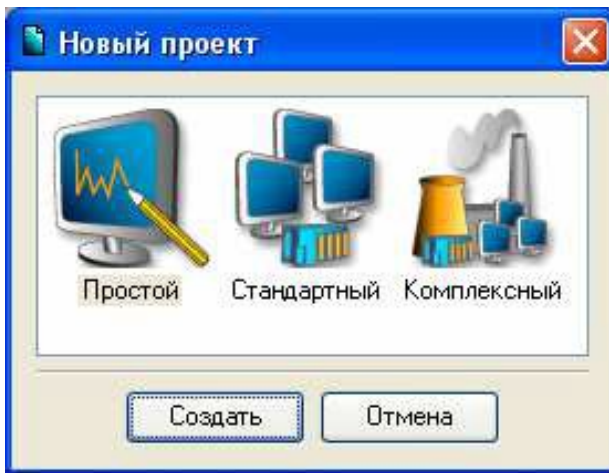

Рисунок 1.3 – Створення нового проекту
1.Завантажити інструментальну систему подвійним натисненням лівої клавіші (ЛК) миші по іконі  робочого столу Windows і за допомогою іконі  інструментальній панелі створимо новий проект. При цьому в діалозі, що відкрився на екрані, виберемо стиль розробки **Простий** (рис. 1.3).